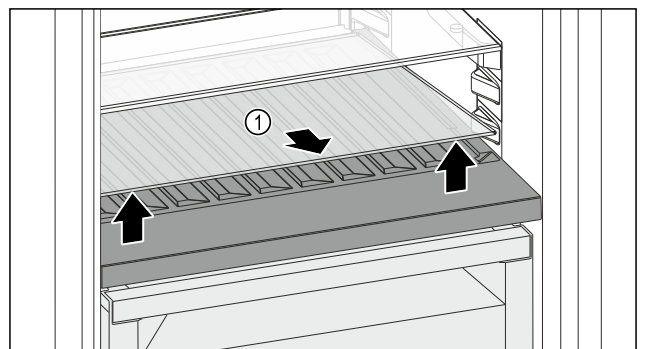

Fig. 174
- ▶ 抬起前部槽上的玻璃隔板 Fig. 174 (1) 并取出。
- ▶ 将玻璃隔板 Fig. 174 (1) 稳妥地放在冰箱外。
- ▶ 将玻璃隔板 (2) 放入可调瓶架下方。